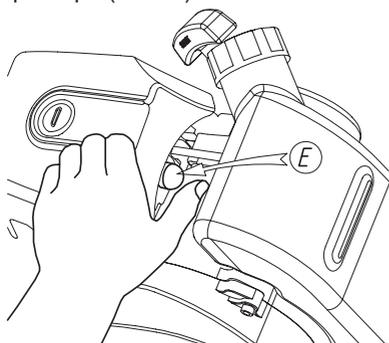

Рис. 5 Ручной топливный насос
2. Нажмите на ручной топливный насос 5-10 раз, до появления в нем топлива. Насос находится в нижней части карбюратора под корпусом воздушного фильтра (Рис. 5).